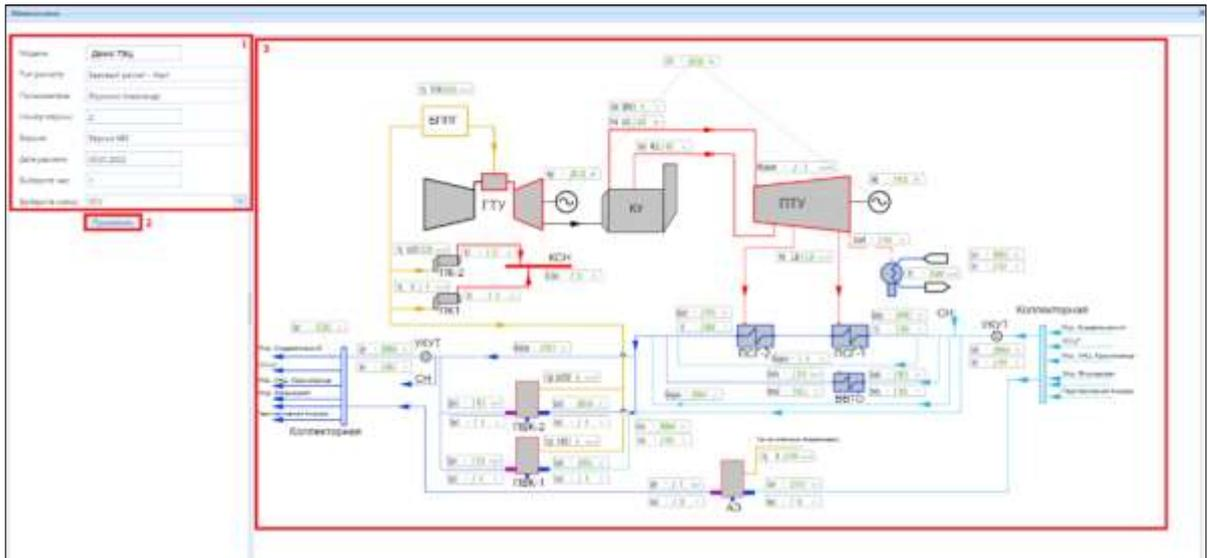

Рисунок 3.5.3 – Визуализация функции «Мнемосхема»
- (14) – кнопка «Предупреждения» для вывода текстовых сообщений по параметрам, значения которых выходят за установленные границы;
- (15) – кнопка сохранения результатов расчета в контроль характеристик, сводную таблицу и справочник переходящих данных;
- 17 – функциональность «Мнемосхема» позволяет визуализировать рассчитанные значения параметров на схеме объекта, как это показано на рис. 3.5.3. Для отображения мнемосхемы необходимо указать данные отчета (1) и нажать кнопку (2) «Применить» (рис. 3.5.3), затем отобразится мнемосхема с рассчитанными параметрами за выбранный час (3). Подробная инструкция по использованию функциональности «Мнемосхемы» будет рассмотрена далее;